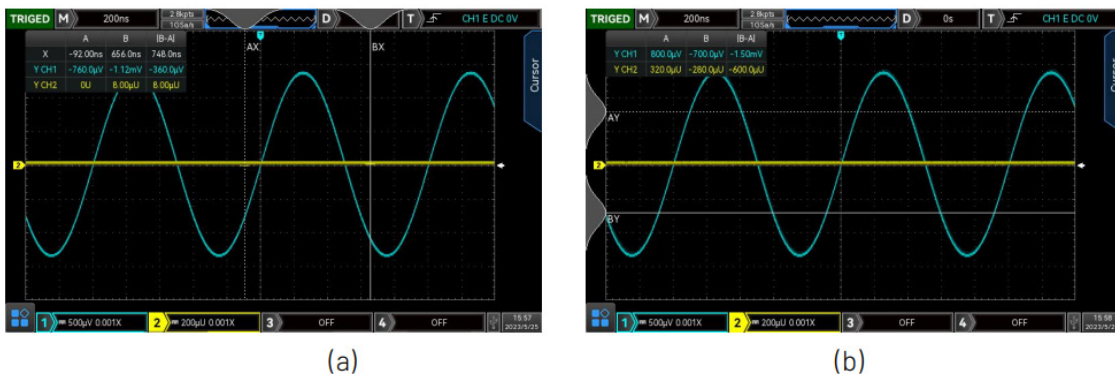

Рис. 4-12. Примеры включения курсоров измерения времени (а) и напряжения (б)
- Сдвиньте пальцы вниз по вертикали, чтобы включить курсоры времени (рис. 4-12 а).
- Сдвиньте пальцы вправо по горизонтали, чтобы включить курсоры напряжения (рис. 4-12 б).